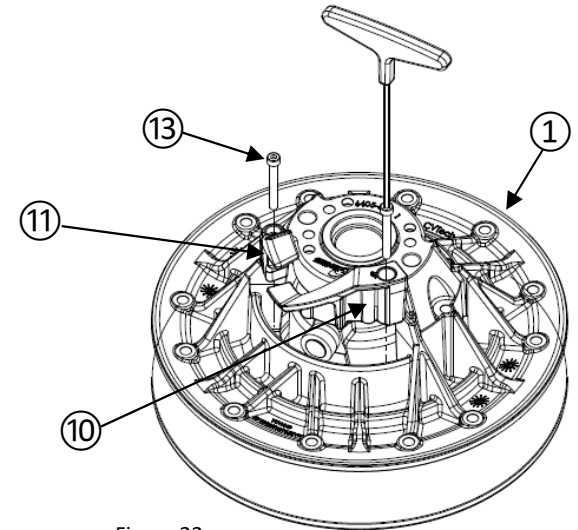

Figure 22
- À l'aide de la clé hexagonale de 3mm, retirez les 4 vis ⑬ (et les rondelles ⑫, si applicables) des rampes avant ⑩ et des hélices ⑪ du flasque fixe ① (figure 22).
- Retirez les 2 rampes avant ⑩ et les 2 hélices ⑪.